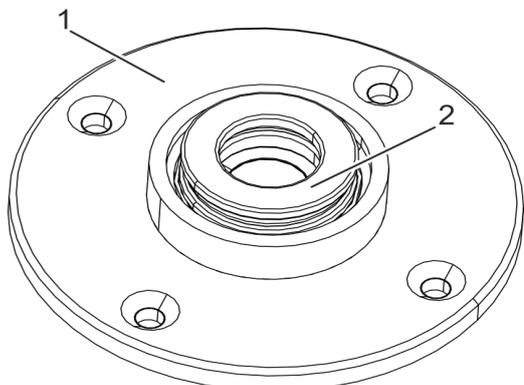

Рис. 70 Нижний подшипник
8. Вставить нижний подшипник (рис. 70/2) в корпус подшипника (рис. 70/1) в соответствии с поставляемыми инструкциями производителя и смазать его.